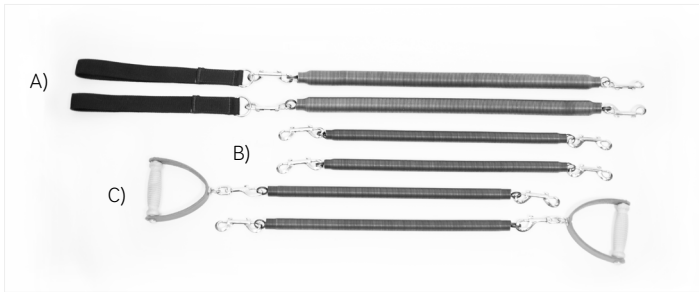

Abb. 3: A) Beinfedern (die längsten Federn)
9. Befestigen Sie die Federn für die Arme, Beine, die Zurückrollen-Stange, die Push-Through-Stange und die Trapezstange an den dafür vorgesehenen Stellen. Siehe Abb. 1 für die Befestigungsstellen der Federn. Siehe Abb. 3, 4 für Bilder der Federn.